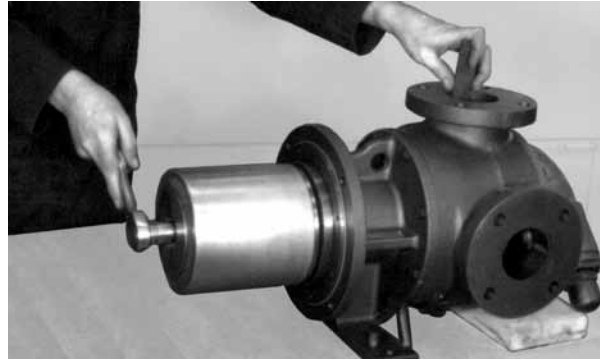
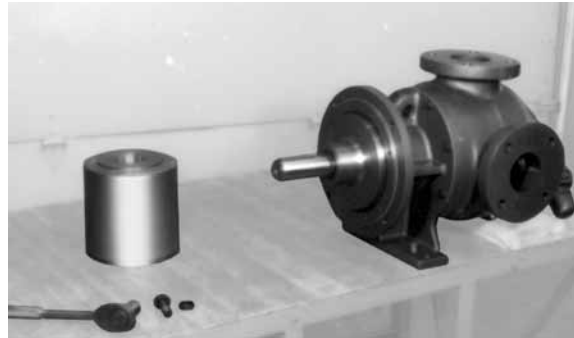

FIGURA 13
FIGURA 14
7. Inserte barra de bronce a través de un puerto entre dos dientes del rotor y suelte el tornillo prisionero que sujeta el magneto interior sobre el eje. Consulte la **Figura 13**. El tornillo prisionero de 0,437 pulg. tiene roscas hacia la derecha, por lo tanto, gírela en sentido contrario al de las agujas del reloj. **EL MAGNETO INTERNO TIENE UN CAMPO MAGNÉTICO MUY FUERTE Y ES MÁS PELIGROSO CUANDO ESTÁ DESENSAMBLADO. EL MAGNETO ES BASTANTE PESADO Y SE ATRAERÁ HACIA CUALQUIER SUPERFICIE U OBJETO FERROSO PROVOCANDO POSIBLES APRIETOS. CUIDADO CON LAS PRECAUCIONES QUE SE INDICAN EN (PÁGINA 3). TENGA SUMO CUIDADO AL DESLIZAR EL MAGNETO FUERA DEL EJE DE LA BOMBA. DEJE EL MAGNETO EN EL SUELO EN CUALQUIER EXTREMO ALEJADO DEL RESTO DE LOS OBJETOS.** Consulte la **Figura 14**. Retire la lana y el anillo de resorte externo (LQ y LS) y luego termine el desensamble de la bomba.